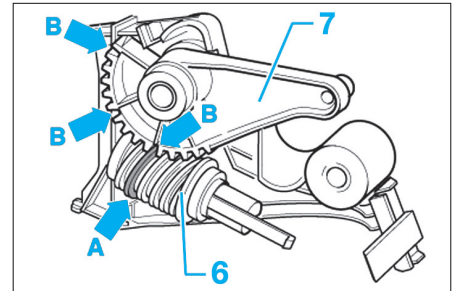

Fig. 17
- Basculer l'unité de positionnement (3) dans le sens de la flèche (B) et l'extraire hors des fixations (5).
Avant la repose, vérifier que les positions de la roue hélicoïdale (6) et du segment cranté (7) coïncident (Fig.17). La spire surélevée (repérage plus foncé) (flèche A) doit venir en prise dans les entredents plus profondes (flèches B).